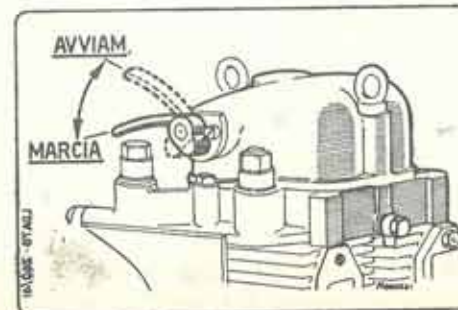

Fig. 7 - LEVA DI DECOMPRESSIONE
**DISPOSITIVO DI DECOMPRESSIONE** (Fig. 7) — Per facilitare la rotazione a mano il motore è dotato di un dispositivo per la decompressione, costituito da due alberi con tacche impernati internamente alle scatole di protezione bilancieri. Azionando l'apposita maniglia le tacche degli alberi premono i bilancieri delle valvole di scarico provocandone l'apertura.